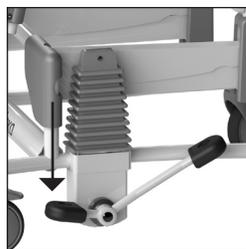

Figura 15. Moverse hacia abajo.
- El componente de la silla se desplaza hacia abajo presionando la parte corta del pedal (ver la figura 15).